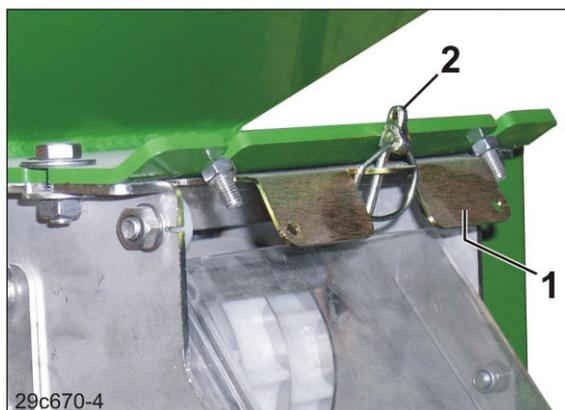

Fig. 191
1. Schieber (Fig. 191/1) schließen, wenn nur der Dosierer und nicht der Saatgutbehälter entleert werden soll (nur bei gefülltem Saatgutbehälter erforderlich).
- 1.1 Den Klappstecker (Fig. 191/2) entfernen.